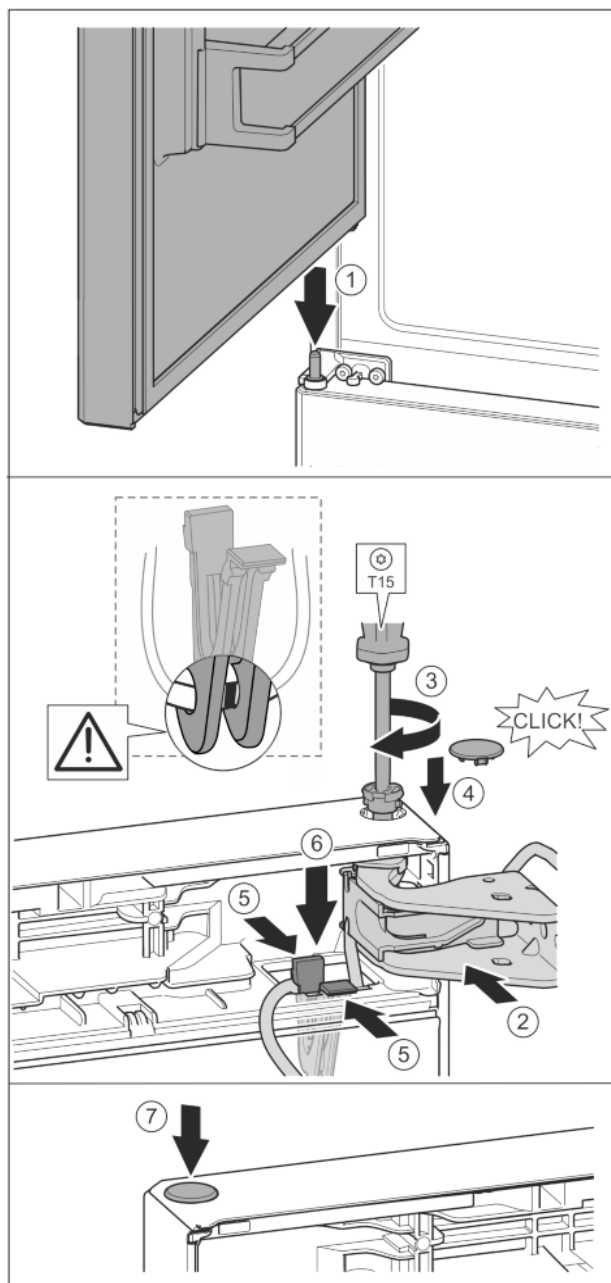

Fig. 36
- ▶ Установка верхней двери на средний опорный палец Fig. 36 (1)
- ▶ Дверь сверху выровнять по отверстию в опорном кронштейне. Fig. 36 (2)
- ▶ Вставить палец и затянуть отверткой T15. Fig. 36 (3)
- ▶ Установить предохранительную крышку для защиты двери: вставить предохранительную крышку и проверить, прилегает ли она к двери. В ином случае вставить палец полностью. Fig. 36 (4)
- ▶ Вставить держатель кабеля с закрепленным на нем кабелем в отверстие. Fig. 36 (5)
- ▶ Прижать держатель вниз так, чтобы соединительная накладка защелкнулась. Fig. 36 (6)
- ▶ Вставить заглушку. Fig. 36 (7)